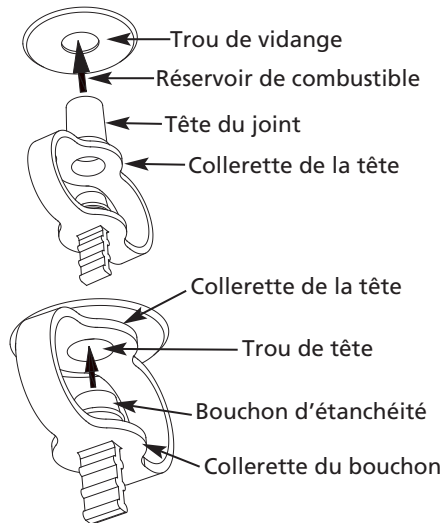

Figure 9 – Réinstallation du bouchon de vidange
- Insérer complètement la tête du joint du bouchon dans le trou de vidange pour que la collerette soit de niveau avec le fond du réservoir. Voir la Figure 9.
- Insérer le bouchon d'étanchéité complètement dans le trou pour que la collerette du bouchon soit de niveau avec la collerette de la tête. Voir la Figure 9.